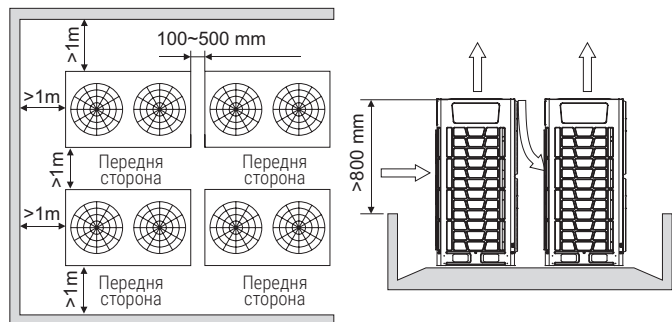

Рис. 3.13. Два ряди
- Якщо зовнішні блоки вищі за навколишні бар'єри і будуть розташовані у 2 ряди, див. рис. 3.13.